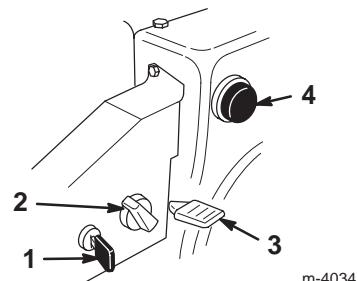

Figure 18
- **Clé de contact** (Fig. 18)—Insérez la clé dans le commutateur d'allumage avant de mettre le moteur en marche. Pour couper le moteur, retirez la clé de contact.
- **Starter** (Fig. 18)—Pour mettre en marche un moteur froid, tournez la commande de starter dans le sens des aiguilles d'une montre à la position *en service*. A mesure que le moteur se réchauffe, tournez progressivement le starter dans le sens anti-horaire jusqu'à la position *hors service*.
- **Commande d'accélérateur** (Fig. 18)—Déplacez la manette vers le haut pour augmenter le régime du moteur, ou vers le bas pour le réduire. Réglez la manette d'accélérateur en position d'*Arrêt* pour arrêtez le moteur.
- **Amorceur** (Fig. 18)—Appuyez sur l'amorceur pour envoyer une petite quantité d'essence dans le moteur afin de faciliter le démarrage par temps froid.
2. Retirez la clé de contact du commutateur d'allumage (Fig. 18).
3. Enlevez le bouton de starter (Fig. 18).
5. Tournez le starter en position *en service* (Fig. 18).
6. Insérez la clé de contact (Fig. 18).
7. Couvrez l'orifice central de l'amorceur (Fig. 18) avec le pouce et appuyez sur l'amorceur à trois reprises, en marquant une pause à chaque fois.
9. Dès que le moteur a démarré, tournez le starter (Fig. 18) à la position 3/4. A mesure que le moteur se réchauffe, tournez le starter à la position 1/2. Quand le moteur est suffisamment chaud, tournez le starter à la position *hors service*.